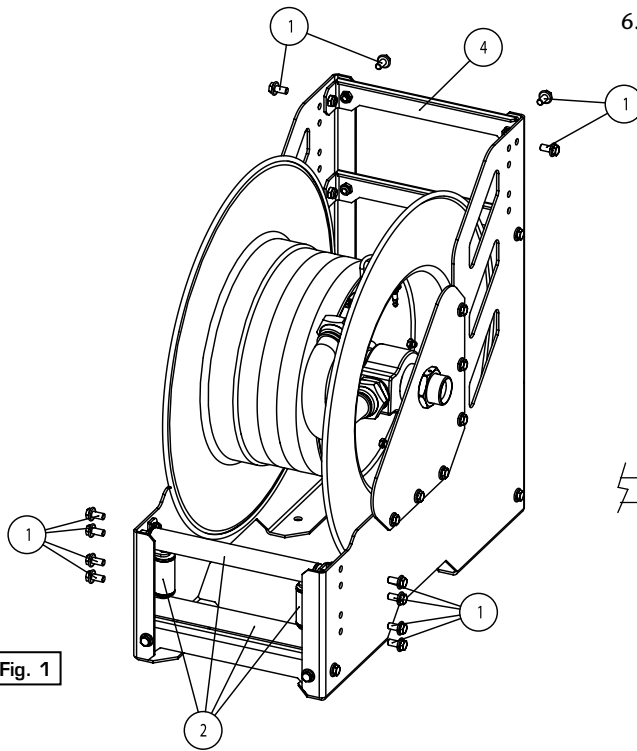

Fig. 1
3. Unscrew the bolts (1) (fig. 1), take out the hose outlet rollers (2) (fig. 1), and disassemble the crosspiece (4) (fig. 1).
3. Desmonte los tornillos (1) (fig. 1) y extraiga los rodillos de salida de manguera (2) (fig. 1) y desmonte el travesaño (4) (fig. 1).